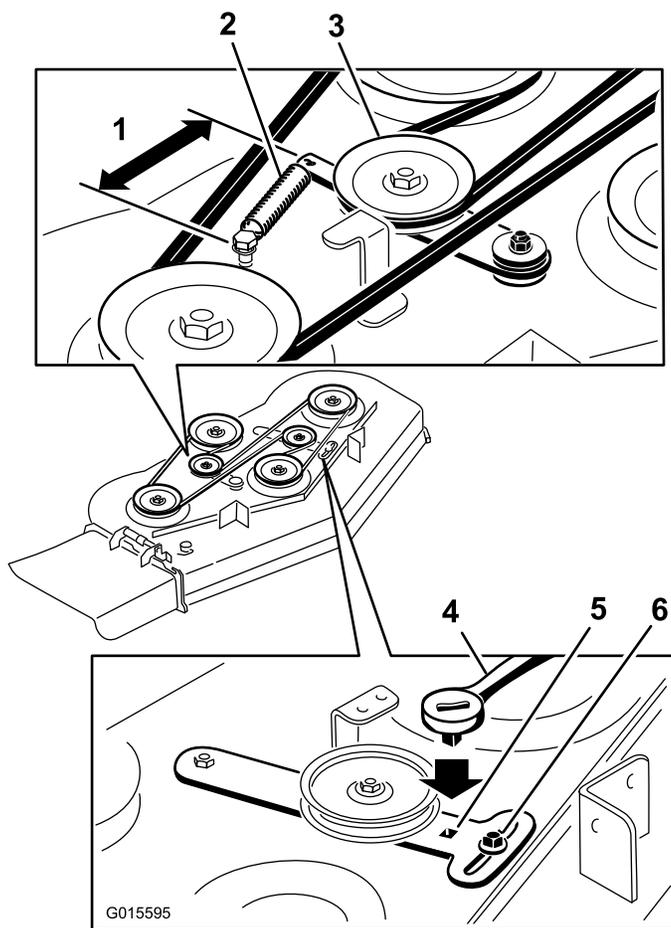

図 66
5. ベルトを取り外す (図 66)。
6. デッキ・プーリとクラッチ・プーリに新しいベルトを掛け回す (図 66)。
7. アイドラ・アームにラチェットを差し込んでアイドル・プーリを締め付け、スプリングの長さ (フックからフックまで) を 165 mm とする (図 66)。